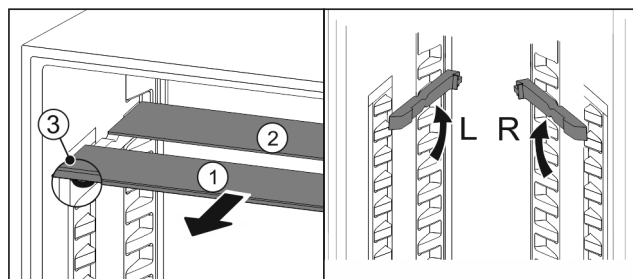

Fig. 121
- ▶ По одной извлеките Fig. 121 (1) стеклянные панели движением вперед.
- ▷ Стеклянная панель Fig. 121 (1) с декоративной планкой лежит спереди.
- ▷ Стопоры Fig. 121 (3) показывают вниз.